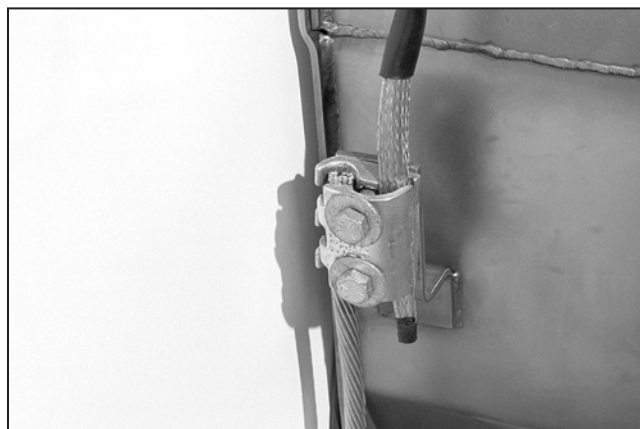

Figura 82. Conecte el cable con capa protectora a la tierra del tanque.
PASO 2. Conecte la zapata de conexión a tierra del tanque al sistema de conexión a tierra del usuario de acuerdo con las prácticas estándar de conexión a tierra del usuario. Ver Figura 82.
PASO 3. Conecte las puntas de cable con una gruesa capa protectora de cada uno de los cables principales a la zapata de tierra del tanque usando el conector clamshell suministrado. La conexión debe hacerse lo más corta posible. Hay un cable protector pesado por cada vía moto-operador. Ver Figura 82.